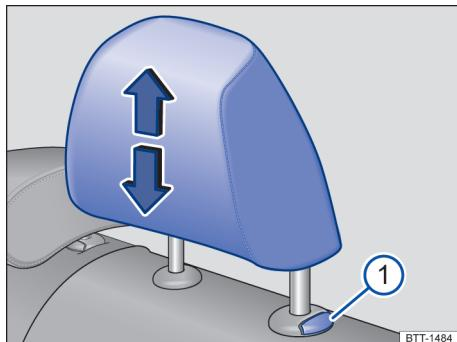
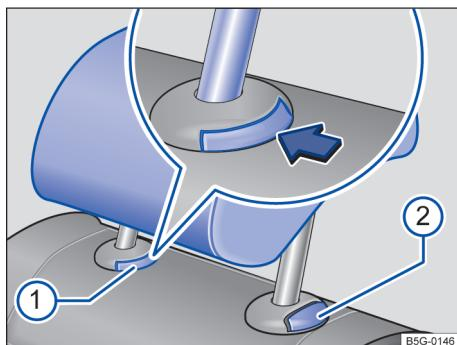

Fig. 70 Assentos traseiros laterais: remover o apoio para cabeça.
Fig. 71 Assento traseiro central: remover o apoio para cabeça.
- Retirar totalmente o apoio para cabeça com o botão → Fig. 70  ou → Fig. 71  pressionando.
- Empurrar o apoio para cabeça para baixo com o botão → Fig. 70  ou → Fig. 71  pressionado.